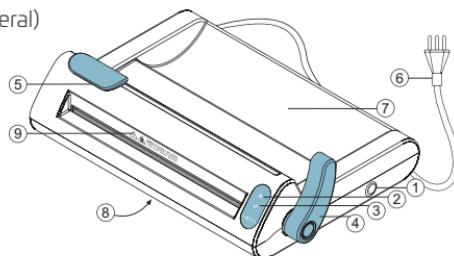

Fig. 1
- 1 Enchufe la selladora y pulse el botón de encendido/apagado hasta que suene el bip para encender el equipamiento, el LED estará parpadeando y 3 bips sonarán, indicando que la selladora está en la etapa de calentamiento. Al alcanzar la temperatura de sellado (aproximadamente tres minutos con la palanca levantada, Fig. 1), serán emitidos 2 bips y el LED permanecerá encendido, indicando que la selladora está lista para ser utilizada.
- 2 Inserte la punta de papel grado quirúrgico a través de la entrada de sellado, siempre con el lado del papel para abajo y la parte plástica hacia arriba, tire hacia el otro lado y repose el rollo en el alojamiento para rollos (Fig. 1). Tire del papel para que este sea sellado en el tamaño deseado.